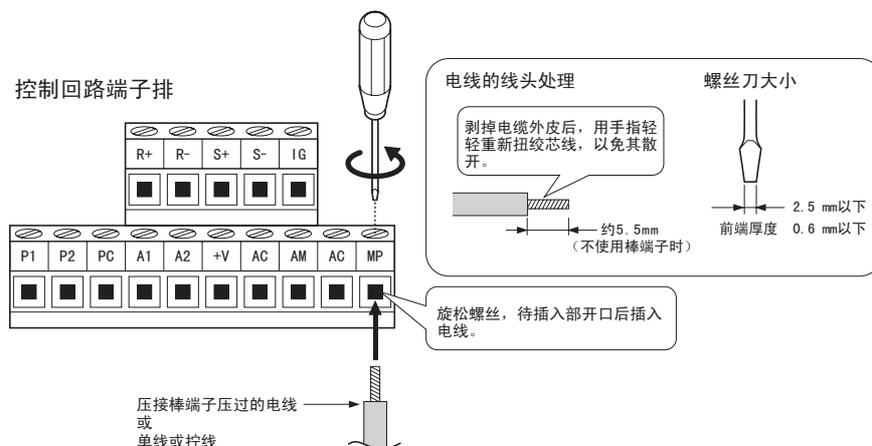
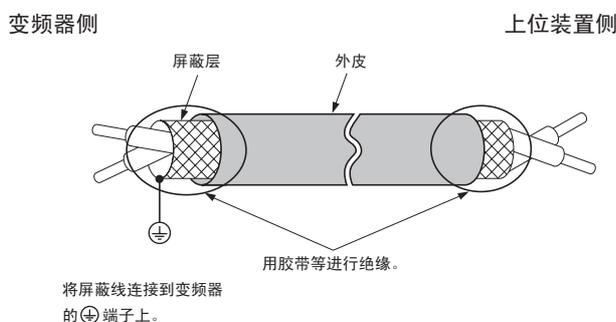

图 3.22 控制回路的接线步骤
图 3.23 屏蔽线的线头处理
1. 请参照图 3.22 进行控制回路的接线。并参照图 3.23 对屏蔽线的线头进行处理。关于紧固力矩，请参照“◆ 电线尺寸和紧固力矩”（50 页）。